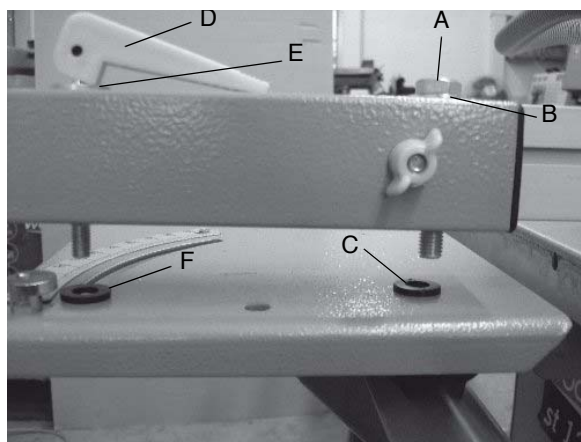

Fig. 24 : Montage de la butée sur le plateau coulissant
- Figure 24 : Pour monter le tube de butée sur le plateau coulissant, vissez la vis hexagonale M10 (A) avec la rondelle 12 (B) à travers le tube et la bague en plastique (C) sur la table. Insérez la vis M8 (D) avec la rondelle 8 (E) à travers le tube, la bague en plastique (F) et le segment, et serrez-la sous la table avec la rondelle 8, la rondelle à ressort et l'écrou de blocage M8, de manière à ce que l'écrou de serrage soit serré lorsqu'on appuie.